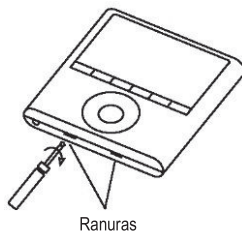

Fig 3-4
- Inserte un destornillador en las ranuras en la parte inferior del mando de pared (2 ranuras), y quite la parte superior del mando de pared. (Fig.3-4)